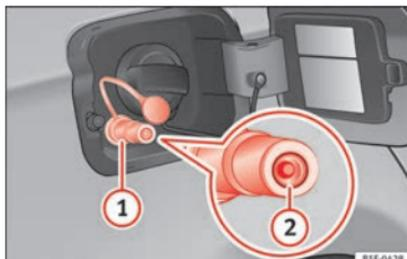

Fig. 239 Trappe à carburant ouverte : goulot de remplissage de gaz ①, serrure du goulot de remplissage ②.
- Enlevez le bouchon du goulot de remplissage de gaz » » » fig. 239 ①.